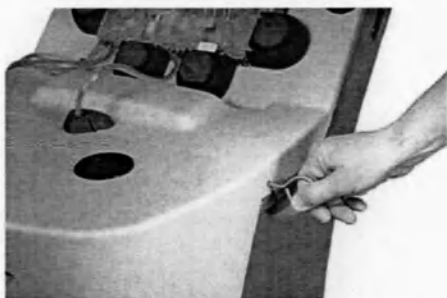

Рисунок 7-7: Ключ от дверцы центрифуги в отверстии для разблокировки
- 3 Вставьте ключ от дверцы центрифуги или длинный тонкий металлический стержень в это отверстие для разблокировки (рис. 7-7). Вставляйте ключ до щелчка.